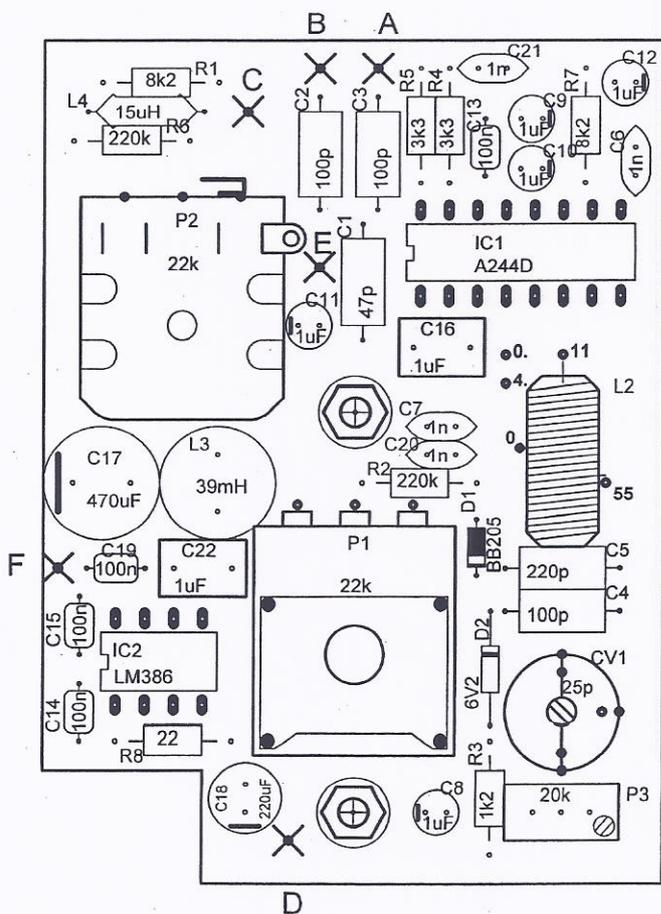

Fig.3 Implantation des composants
1) Montage de la platine (fig.3)